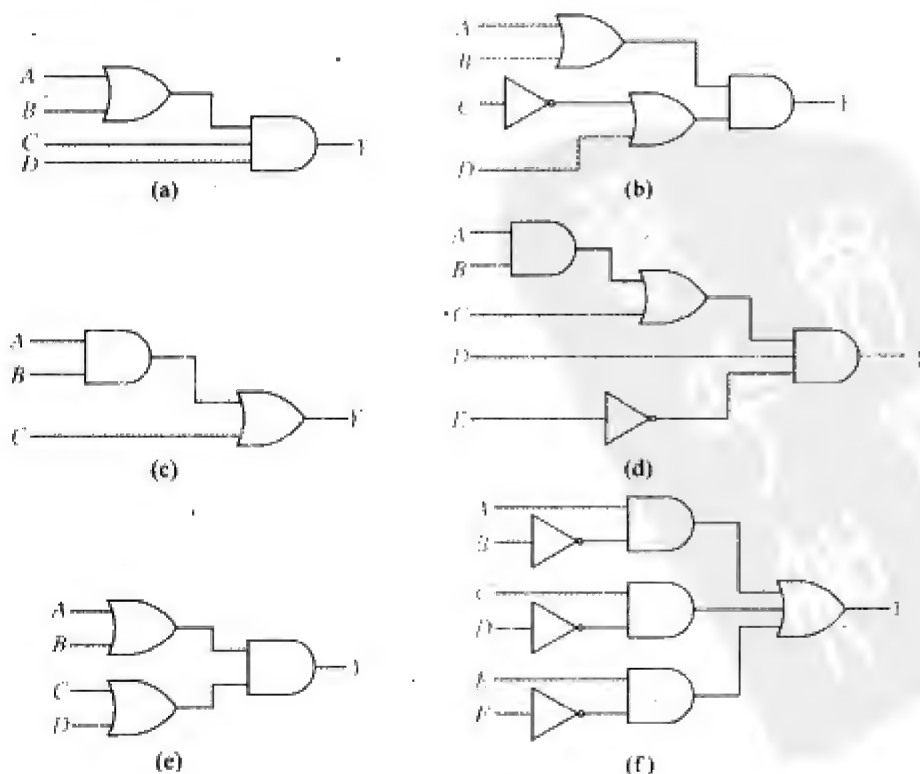

图 4-30
2. 根据图 4-30 (a 到 f) 中的逻辑门电路写出布尔方程。